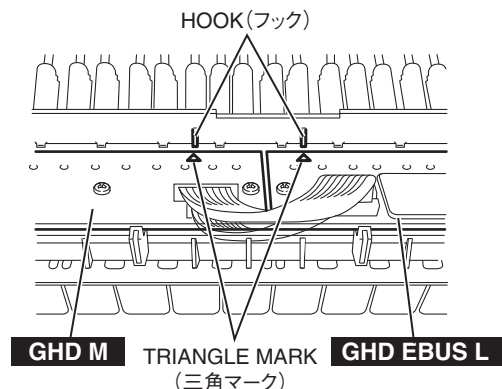

Fig. 26 (図26)
- * **When installing the circuit boards, set it under hooks to align the triangle marks of the circuit board and projection parts of the frame as shown in figure 26.**
- ※ GHD M シートと GHD EBUS L シートを取り付ける際は、フレーム裏側にあるフック位置と基板の△マークが一致していることを確認してください。(図 26)